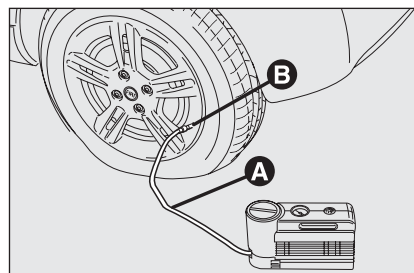

рис. 9
- Поставьте автомобиль на стояночный тормоз. Снимите колпачок ниппеля шины, выньте наливную трубку **А**-рис. 9 и наверните круглую гайку **В** на ниппель шины;